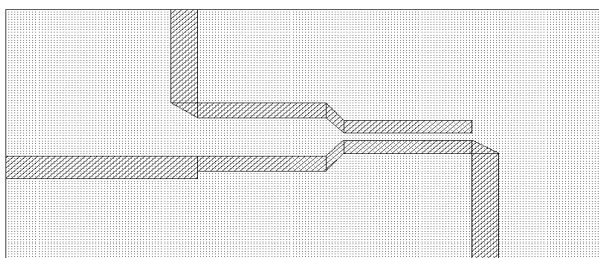

Рис. 5.90
- Щёлкните по значку **Polygon** на панели инструментов. Поместите курсор на правый верхний угол вновь созданного проводника и щёлкните левой кнопкой мышки, переместите курсор на левый верхний угол вновь созданного проводника и щёлкните левой кнопкой мышки, переместите курсор на верхний угол горизонтального проводника и дважды щёлкните левой кнопкой мышки (рис. 5.90).